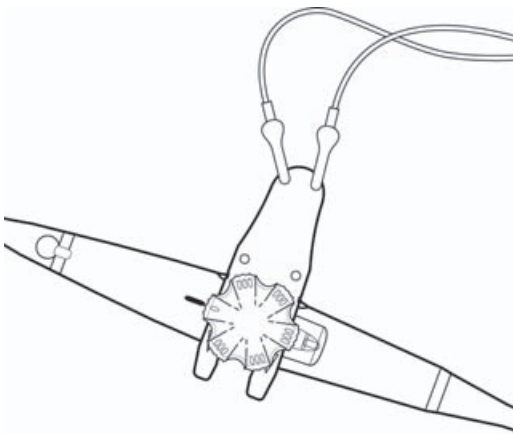

Figura 7 Conexión a la herramienta para la comprobación de perforaciones
- b** Conecte los electrodos rojos a la herramienta para la comprobación de perforaciones tal y como se muestra en la **Figura 7**.